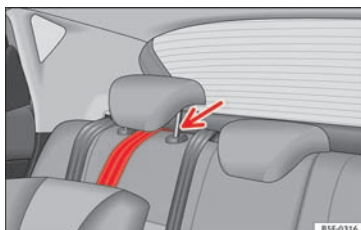

Fig. 34 Fastgørelsesrem: korrekt indstilling og korrekt montering
- Læg fastgørelsesremmen ind under bagsædets hovedstøtte » Fig. 34 (i den forbindelse skal hovedstøtten eventuelt skubbes opad).